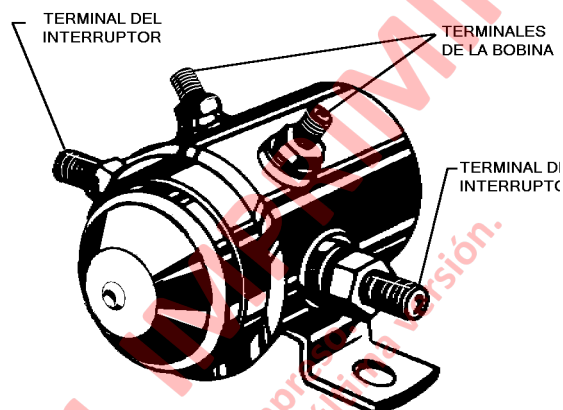

FIGURA 2-11. CONJUNTO DEL INTERRUPTOR MAGNÉTICO
2. Desconecte los cables de los terminales del interruptor y los cables de los terminales de bobina (Figura 2-11).